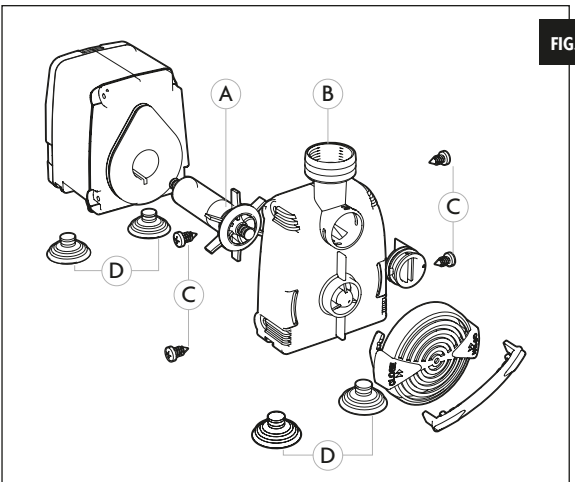

FIG. 3
Trek altijd eerst de stekkers uit alle elektrische apparaten voordat u uw handen in het water steekt. Draai de vier schroeven uit de behuizing, trek de front eraf en haal de rotor eruit. (zie Afb. 3); vervolgens worden alle onderdelen met een borstel (geen metalen borstel!) zorgvuldig gereinigd. Als nodig verwijderd u (kalk)afzettingen met azijn of citroensap. Alsdan dienen de onderdelen nauwkeurig worden gemonteerd, draai de 4 schroeven weer vast voordat u de pomp weer laat draaien.
Se recomienda limpiar asiduamente el rotor y la cámara de la bomba (fig. 3) eliminando la suciedad y los depósitos calcaresos. El motor está completamente sellado y autoprotégido contra el recalentamiento y no necesita un mantenimiento especial. En caso de que no funcione controlar en primer lugar el enchufe y los dispositivos de seguridad de la instalación eléctrica, si el resultado es correcto la bomba necesita una limpieza.
Antes de cualquier operación, desconectar todos los aparatos eléctricos sumergidos. Desmontar el cuerpo motor y sacar el rotor de su sitio (fig. 3) lavar todo con un cepillo no metálico. Los posibles depósitos calcaresos se pueden eliminar dejando el aparato sumergido en vinagre o zumo de limón durante algunas horas.
Si raccomanda di pulire regolarmente il rotore (A) e la camera della pompa (B) (fig. 3) eliminando sporczia e depositi calcaresi. Il motore è completamente sigillato ed autoprotetto contro surriscaldamento e non richiede particolari cure. In caso di mancato funzionamento controllare per prima cosa il collegamento ed i dispositivi di sicurezza dell'impianto elettrico, se tutto risulta a posto la pompa necessita di essere pulita.
Svitare le quattro viti previste (C, fig. 3). Smontare il frontalino di aspirazione dal corpo motore e togliere il rotore dalla sua sede (fig. 3); lavare il tutto accuratamente con uno spazzolino non metallico. Gli eventuali depositi calcarei possono essere rimossi lasciando l'apparecchio immerso in aceto o succo di limone per alcune ore. Rimontare i componenti con cura e fissare le viti della precamera.
Waschen Sie in regelmäßigen Abständen den Rotor und das Pumpegehäuse (s. Abb. 3.) um Verunreinigungen und Kalkablagerungen zu vermeiden. Der Motor ist vollständig versiegelt und durch einen Selbstschutz gegen Überhitzen abgesichert und weitgehend wartungsfrei. Bei Störungen zunächst die Stromzufuhr, Anschlüsse und Schutzschalter der elektrischen Anlage kontrollieren. Falls alles in Ordnung ist, muss die Pumpe gereinigt werden.
nen Sie ihn und ziehen Sie den Rotor aus seiner Halterung (s. Abb. 3); dann waschen Sie alle Teile sorgfältig mit einer nicht-metallischen Bürste. Falls erforderlich, entfernen Sie eventuelle Kalkablagerungen, indem Sie die Teile für einige Stunden in Essig oder Zitronensaft legen. Alle Teile müssen sorgfältig wieder montiert werden und die Schrauben fixiert werden bevor Sie die Pumpe wieder in Betrieb nehmen.
Prior to any work on the unit, disconnect all electrical equipment from the mains. Unscrew first the four screws and pull apart the cover (fig.3). Pull off the rotor from its location (fig. 3). Carefully rinse all components under running water cleaning them with a non-metallic brush. If necessary remove lime-scale by leaving the components immersed in vinegar or lemon juice for few hours. Reassemble the unit so that all components are placed in their original position and tighten the four screws on the motor housing.